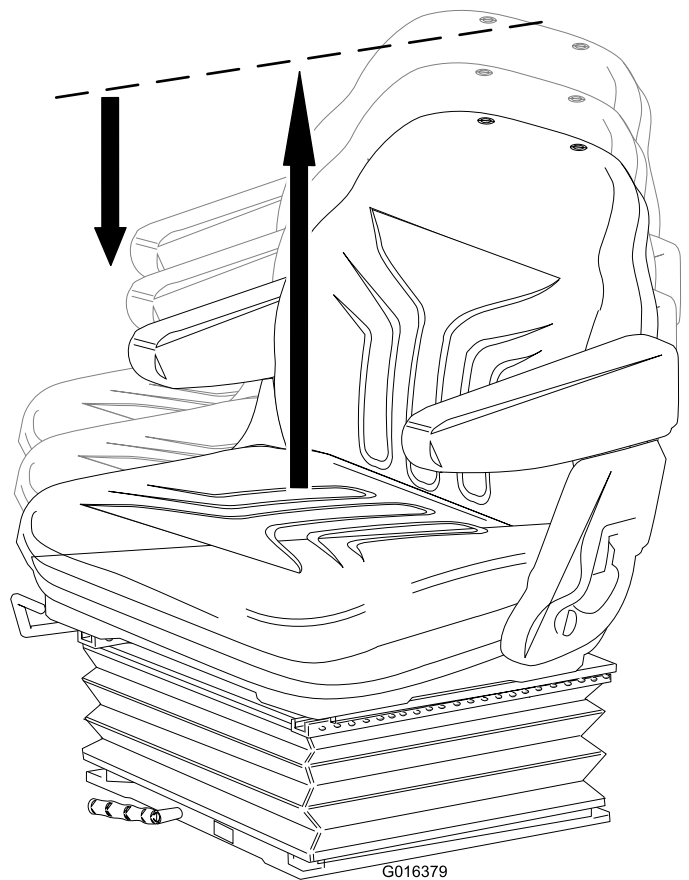

Figure 13
- **Réglage de la hauteur :** Levez manuellement le siège pour le régler progressivement en hauteur. Pour abaisser le siège, levez-le au-delà de son réglage le plus élevé, puis laissez-le retomber au réglage le plus bas (Figure 13).